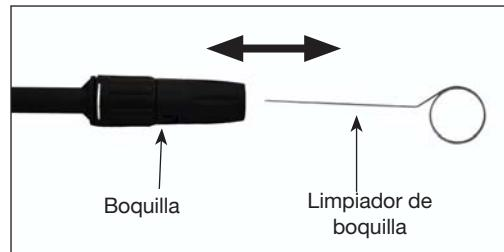

Figura 21
- Usando el limpiador de puntas que se incluye, o un sujetador de papeles desdoblado, introduzca el alambre en el orificio de la boquilla y muévalo hacia adelante y hacia atrás hasta quitar la obstrucción (vea la figura 21).